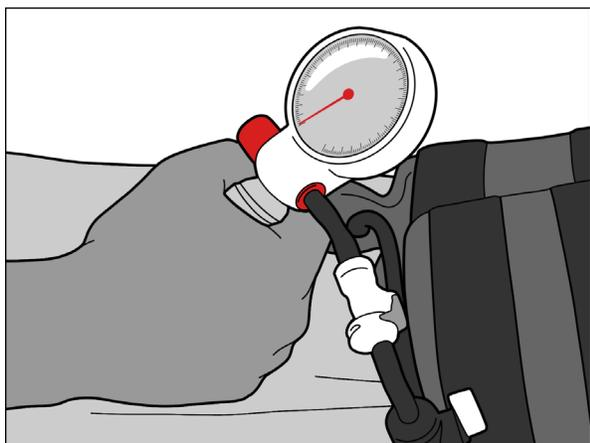

図19
6. バルブの絞りを繰り返し、ブラダーバルブを目標の圧力まで膨らませます(図19)。